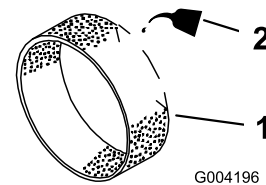

Figura 42
3. Ponga 3 – 6 cl (1 – 2 onzas fluidas) de aceite en el prefiltro (Figura 42).